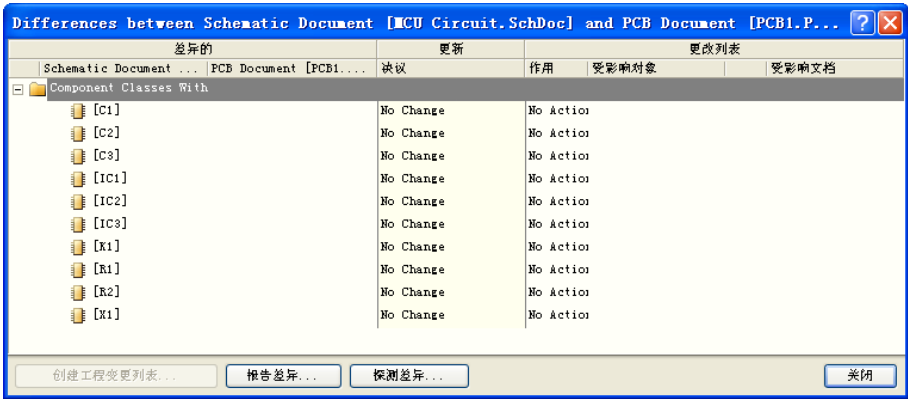

图 7-40 查看比较结果信息
- Step3** 单击“Yes（是）”按钮，进入查看比较结果信息对话框，如图 7-40 所示。在该对话框中可以查看详细的比较结果，了解二者之间的不同之处。